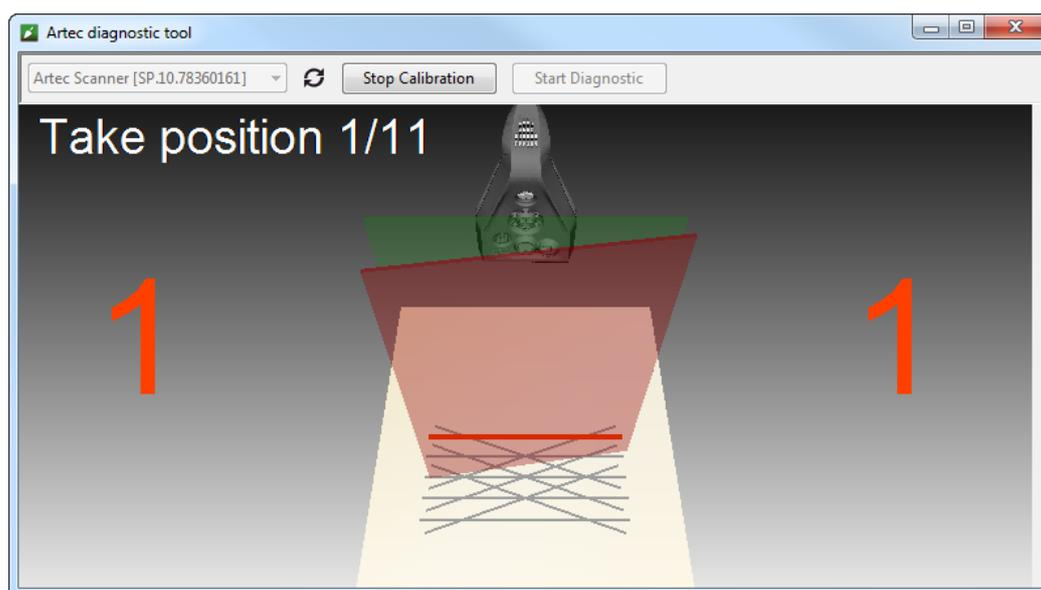

Abbildung 138: Den Kalibrations-Träger nach Position 1 bewegen.
7. Den Träger so auf die erste Position setzen, dass die Vorderkante der Basisfläche und die farbige Linie mit der Nummer 1 auf dem Muster übereinstimmen. Dabei auch das Fenster *3D-Ansicht* im Auge behalten und auf eine rote Ebene (aktuelle Position) und eine grüne Ebene (Ziel-Position) achten – siehe Abb. 138. Sobald die beiden Ebenen übereinstimmen, den Träger nicht mehr bewegen und darauf warten, dass der Scanner die Ebene aufnimmt.